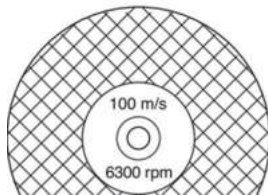

Рис. 8
**ВНИМАНИЕ!** Убедитесь, что на режущем диске указаны обороты те же или больше, что и в технических характеристиках бензореза (рис. 8)